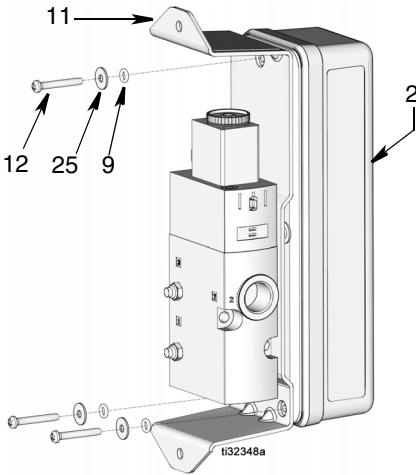

FIG. 30
3. Alinee el conjunto del alojamiento del PAC (2) con la ménsula (11). Instale las juntas tóricas (9), las arandelas (25) y los tornillos (12) para fijar la ménsula al alojamiento (FIG. 30).